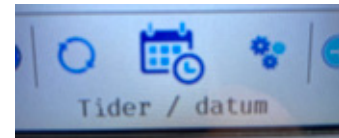

Bild 1
1. Stega till Tider/datum (se bild 1). Tryck OK. Välj enligt bild 2.